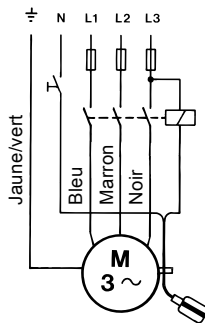

Fig. 8 Schéma de câblage
**Les pompes triphasées** avec interrupteur à flotteur (Unilift KP-A) doivent être connectées au secteur par un contacteur. Voir fig. 8.